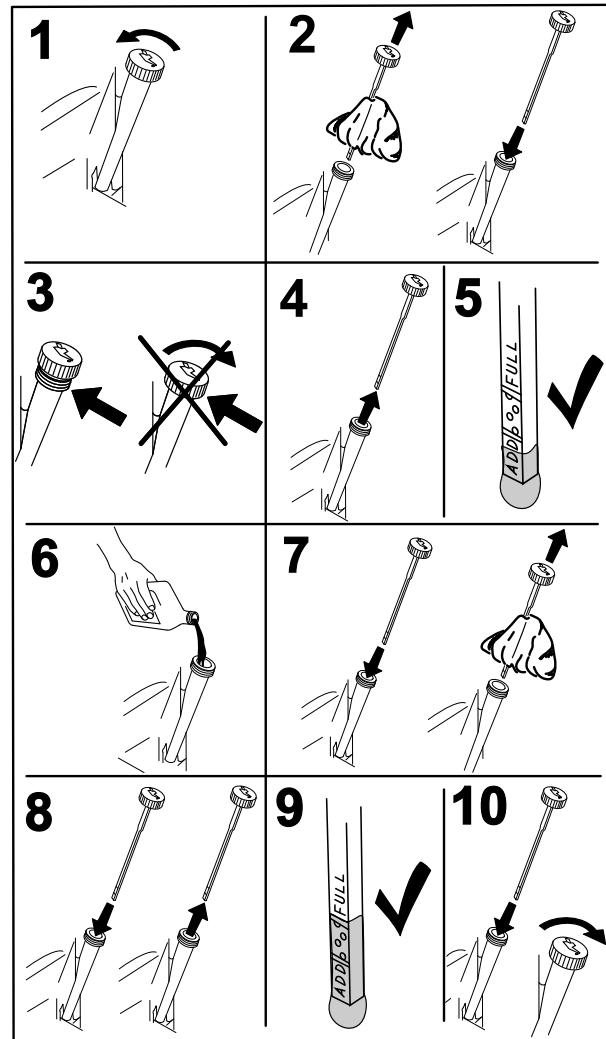

Figura 38
2. Prima di scendere dal posto di guida dell'operatore, spegnete il motore, togliete la chiave di accensione e attendete che si fermino tutte le parti in movimento (Figura 38).